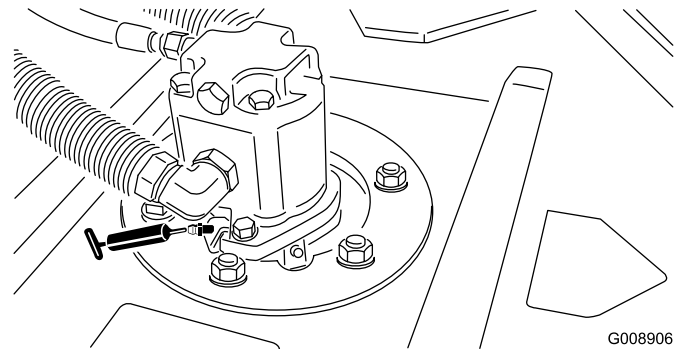

Bild 40
- Spindelwellenlager des Mähwerks (1 pro Mähwerk) (Bild 40)